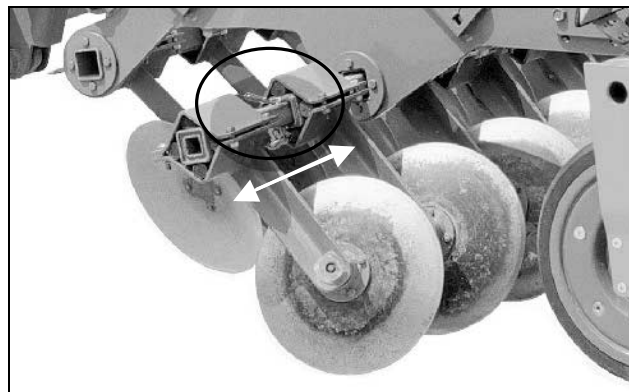

Fig. 37
- Skjut in utjämningsstallrikarna (Fig. 37) och spärra med sprint och fjädersprint.